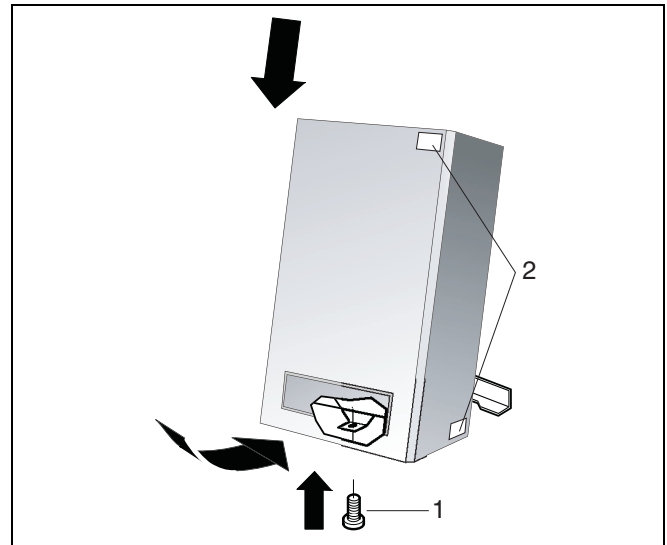

fig. 43 Mantel aanbrengen en borgschroef vastdraaien
- Verwijder de mantel (→ fig. 43).
- Breng de mantel aan en draai de borgschroef vast (→ fig. 43, [1]).
- Plak de 2^e typeplaat op de voor- of zijkant (→ fig. 43, [2]) van de mantel.